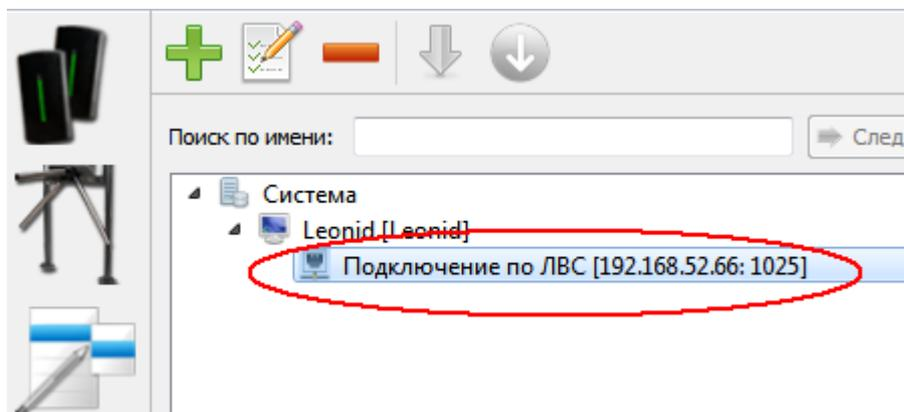
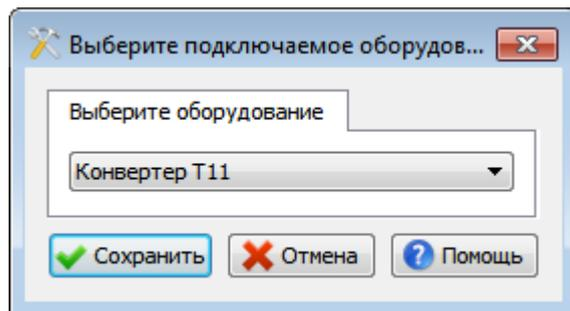

Рис. 33
Рис. 41
- Нажмите кнопку «Сохранить» – окно «Параметры» будет закрыто, а в иерархическое дерево аппаратуры будет добавлен объект «Подключение по ЛВС» (Рис. 33).
- Выберите в дереве аппаратуры подключение по ЛВС (Рис. 33) и нажмите кнопку . На экране появится окно «Выберите подключаемое оборудование» (Рис. 41).